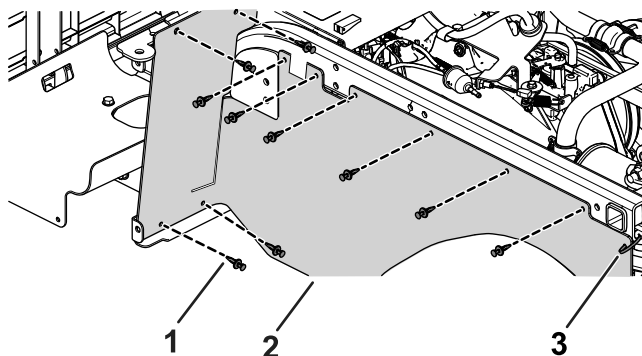

Figura 23
2. Instalezi fiecare capac de cauciuc utilizând cele 10 nituri de plastic îndepărtate anterior i un colier pentru cablu (Figura 23).